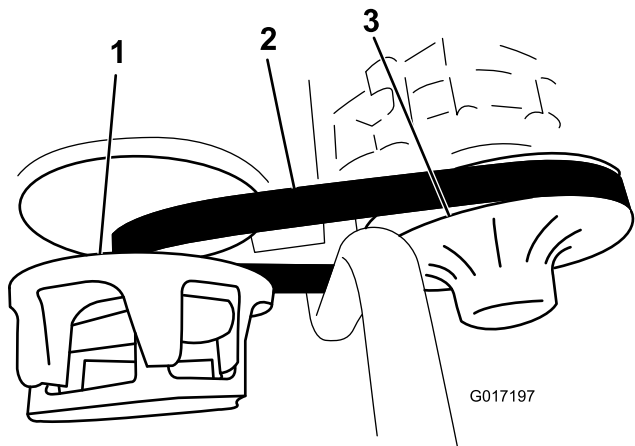

Рисунок 55
3. Проверните и осмотрите ремень (Рисунок 55) для обнаружения признаков чрезмерного износа или повреждений.
3. Поверните и проложите ремень поверх вторичного сцепления (Рисунок 55).
4. Снимите ремень с основного сцепления (Рисунок 55).
5. Проложите новый ремень поверх основного сцепления (Рисунок 55).
6. Поверните и проложите ремень поверх вторичного сцепления (Рисунок 55).